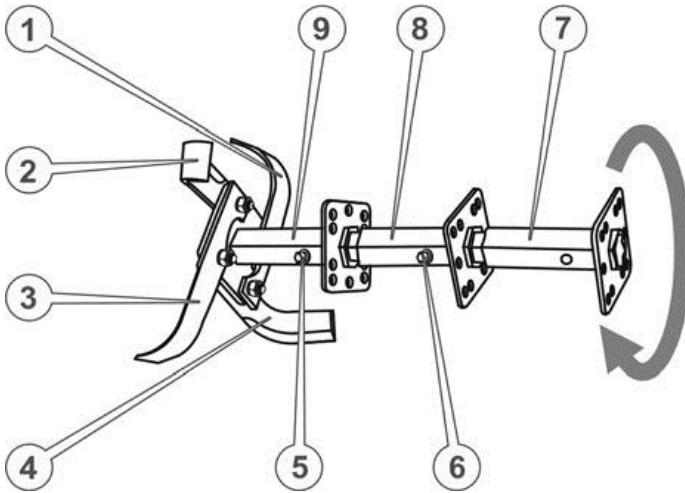
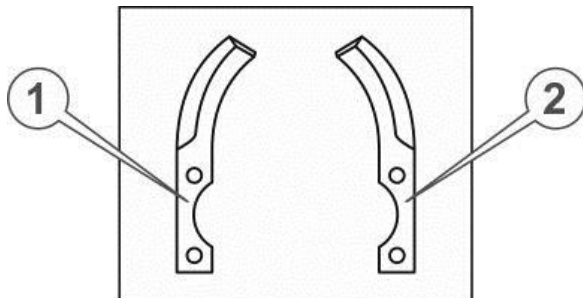

Рисунок 9. – Ґрунтофреза 4-секційна мотоблока МБ 2070Б
Рисунок 10. – Правий та лівий ножі
31. Приєднати трос управління зчеплення, що йде від важеля на лівій рукоятці керма. Для цього вставити сорочку троса в гніздо головки гвинта рукоятки до упору, закрутіть до упору довгий регулювальний болт на кінці важеля зчеплення (див. рис. 9.), вставити трос в отвір цього регулювального болта й завести кінець троса в паз фіксатора, після чого викрутити регулювальний болт до виникнення натягу троса.
1. Встановити додаткову маточину ротора в шестигранний отвір основної маточини та зафіксувати, щоб уникнути можливого осьового зсуву, болтом М8х80 з плоскою і пружинною шайбою (див. рис. 9.)
3. Взяти з комплекту Ґрунтофрези по одному лівому і правому ножу (див. рис. 10.)
4. Притулити приготовані ножі (наприклад, поз. 2 і поз. 3 на рис. 10.) до кріпильного квадрату маточини уздовж двох суміжних сторін цього квадрата у такий спосіб, щоб квадрат опинився всередині загинів ножів, загострені частини ножів були спрямовані за ходом обертання (як зазначено стрілкою на рис. 9.), кріпильні отвори ножів збіглися з отворами квадрата, водночас кінцевий отвір одного ножа (поз. 3) збігся із серединним отвором іншого ножа (поз. 2). Утримуючи ножі в такому положенні вставити в отвір болт, надіти шайби й наживити гайку.